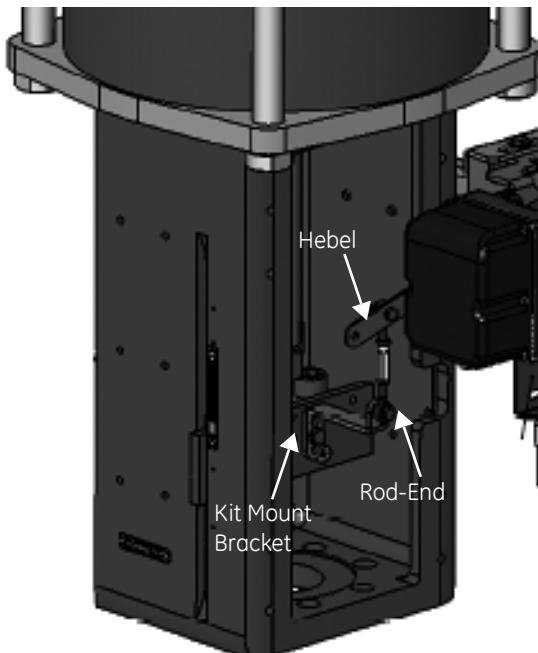

Abbildung 14 Stellglieder 84/85/86
2. Installieren Sie die Montagevorrichtung an dem Joch (Abbildung 14) mit schraubenförmigen Federscheibe 5/16, 5/16 und Unterlegscheibe Sechskantschraube 5 / 16-18x44.5 [1.75] LG.